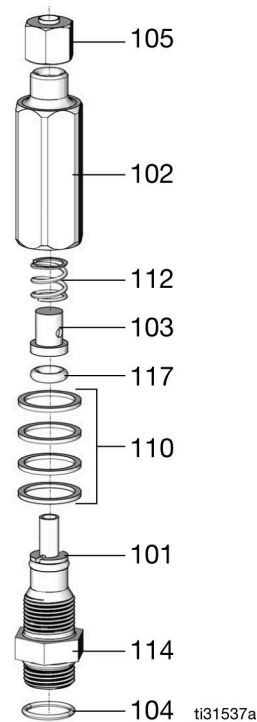

FIG. 43
Les injecteurs distribuent une dose précise de graisse sur chaque point de graissage du système. Si un pistolet ne fournit pas la dose correcte de lubrifiant en un point spécifique du véhicule ou si un injecteur de rechange de la bonne taille n'est pas disponible, il est possible de placer des rondelles entretoises de sortie (110) permettant de régler le volume de sortie du pistolet (FIG. 43, page 56).
3. Utiliser une clé à molette de 5/8 po pour desserrer et retirer le corps de l'injecteur (102) de l'ensemble vanne (114). Veiller à bien placer et à ne pas endommager le ressort (112), le capuchon de retenue (103) et le joint torique (117) (FIG. 43, page 56).
- ajouter des entretoises (110) pour augmenter le volume de sortie.
- Retirer des entretoises (110) pour diminuer le volume de sortie.
5. Remonter l'ensemble vanne injecteur. Veiller à remettre en place dans le bon ordre toutes les pièces qui ont été retirées au moment du démontage comme illustré à la FIG. 43 (page 56). Utiliser une clé de 5/8 po pour serrer en appliquant que la force nécessaire pour mettre les entretoises de sortie en place (110). Serrer au couple de 8 pi-lb +/- 2 (10,8 +/- 2,7 N•m).
6. Monter l'injecteur (101) sur le collecteur (119/120). Glisser une clé à douille profonde sur l'injecteur et aligner par rapport aux méplats de l'écrou hex. (114) (FIG. 43, page 56). Serrer au couple de 8 pi-lb +/- 2 (10,8 +/- 2,7 N•m).